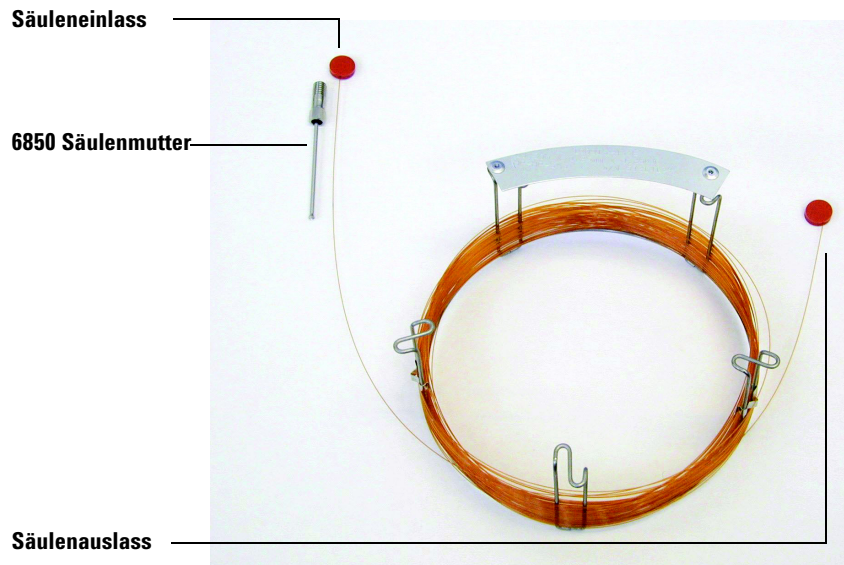

Abb. 2 Säule
- 1 Legen Sie die Säule (19091S-433E im Lieferumfang des GC) auf eine saubere Oberfläche, wobei sich die Säulenbeschriftung vom Benutzer aus betrachtet auf der 12-Uhr-Position befinden soll. Achten Sie darauf, dass die Einlass- und Auslassenden der Säulen so ausgerichtet sind, wie wenn ein GC-Detektor verwendet wird, und dass der Säulenauslass auf der Rückseite des Säulenköfighalters positioniert ist (näher am Ventilator). Siehe Abb. 2.